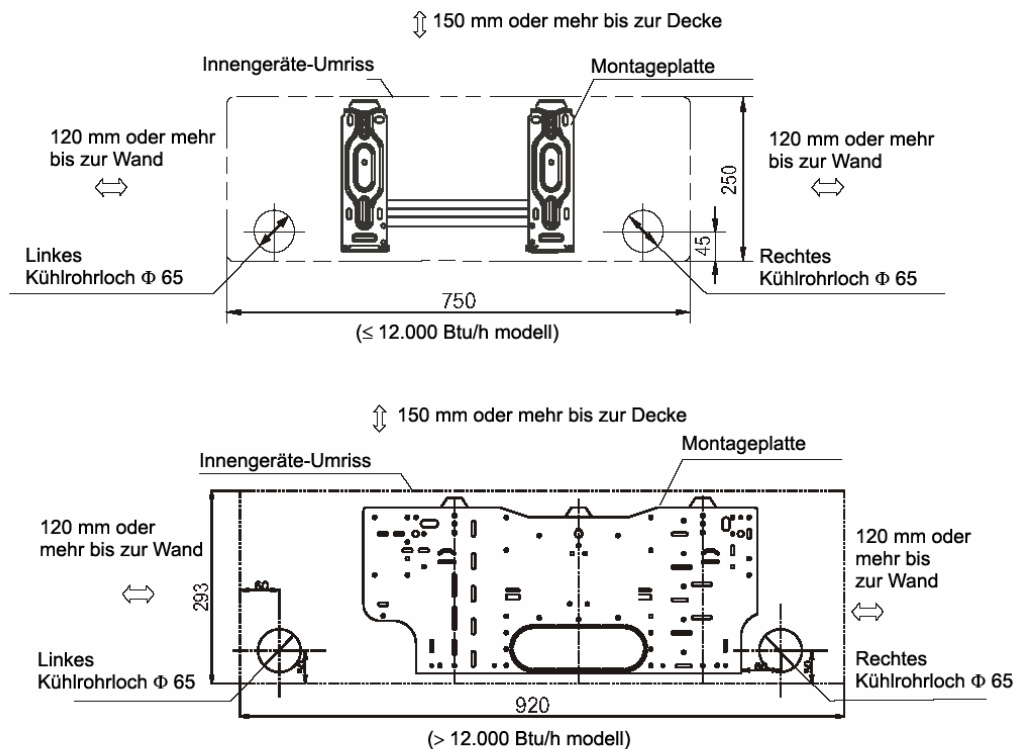

Abb. 5
1. Legen Sie die Lochpositionen nach dem Schaubild in Abb. 5 fest. Bohren Sie ein (1) Loch ( $\Phi 65$  mm), das leicht nach außen geneigt ist.